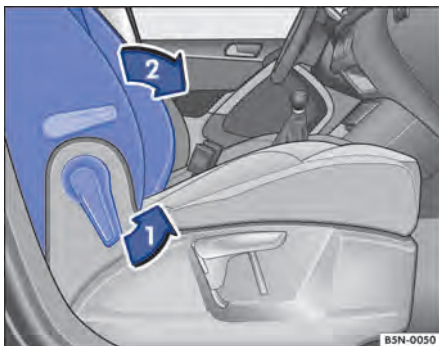

Fig. 91 Asiento del acompañante: abatir el respaldo hacia delante.
- Desbloquee el respaldo del asiento en el sentido de la flecha → fig. 91 ①.
- Abata el respaldo del asiento hacia delante, en el sentido de la flecha → fig. 91 ②, hasta que quede en posición horizontal. Una vez abatido, el respaldo del asiento tiene que encastrar de forma segura.
- Para levantar el respaldo del asiento, desbloquéelo de nuevo → fig. 91 ①.